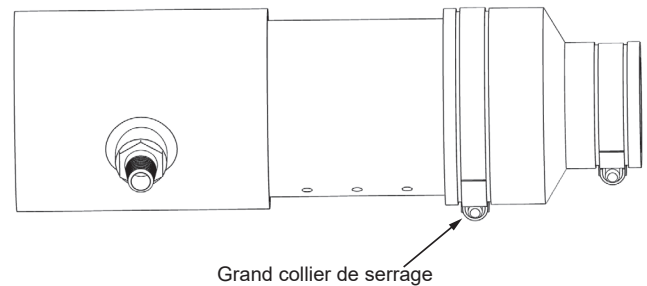

Figure 26. Raccord en té d'admission d'air - Vue de côté
Le té d'admission d'air est installé à l'usine avec la branche de 1/2 po et l'embout cannelé orientés vers la droite à environ 130° vus de face. Voir **Figure 26**. La branche de 1/2 po et l'embout cannelé du raccord en té ne doivent pas être inclinés plus bas (vers le sol) que cette spécification d'usine. Une orientation plus élevée, jusqu'à une position de 90°, n'aura pas d'incidence négative sur le fonctionnement et est acceptable.
3. Desserrer le grand collier de serrage sur l'accouplement Fernco qui raccorde le tuyau de raccordement d'admission d'air au souffleur de combustion. Voir **Figure 26** (page 33).